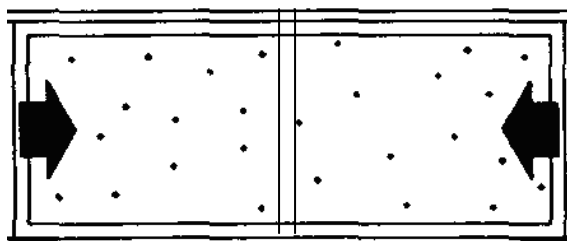

Figura D-1. Desmontaje de los filtros de aire
D.3.1 Sustitución de los Filtros de Aire (Figura D-1)